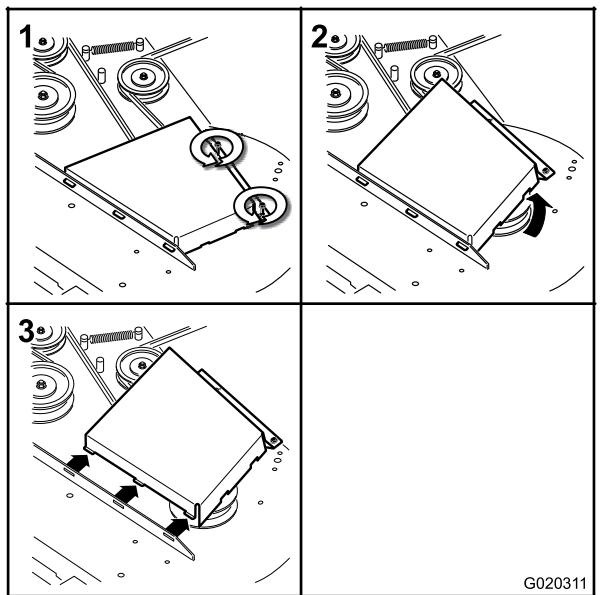

Figura 65
5. Retire las cubiertas de la correa (Figura 65).